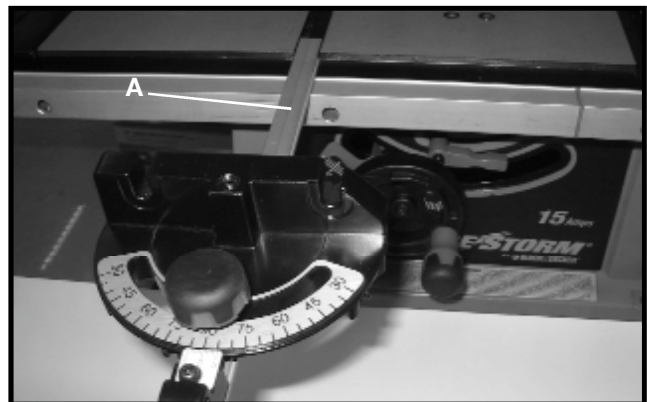

Fig. 23
El calibrador de inglete se envía completamente ensamblado y se proporciona con una barra de calibrador de inglete con una ranura en forma de T (A), Fig. 23, que se inserta en cualquiera de las dos ranuras en forma de T ubicadas en la parte superior de la mesa, como se ilustra. El calibrador de inglete con ranura en forma de T evita que el calibrador de inglete se extienda más allá del frente de la mesa al cortar transversalmente piezas de madera muy anchas.